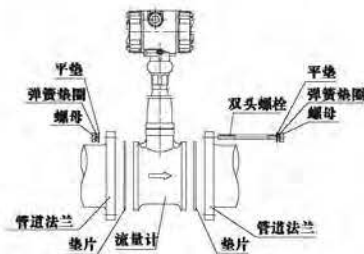
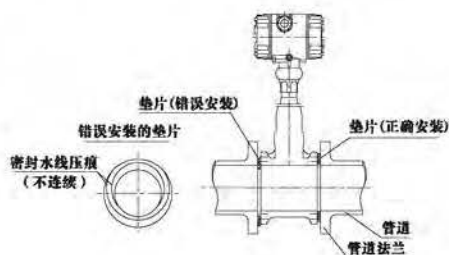

图16
图17
2.2、涡街流量传感器安装时，先把专用法兰与前后直管段焊接，再把涡街传感器放在中心，中间放密封垫，用双头螺栓夹紧连成一体（图16）。大口径连体法兰式，用户另配一对法兰，将法兰焊在前后管道上，再把涡街传感器放在中心，中间放密封垫，用螺栓分别将前后两对法兰分别连成一体。为保证流量计的准确度，在安装时应避免将密封垫片突出在管道内（图17）。